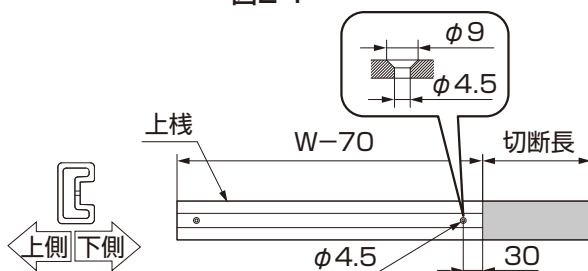

図2-2
- ④上栈を切断した側から30mmのところに、φ4.5の下穴とφ9サリ取り加工してください。（図2-2参照）